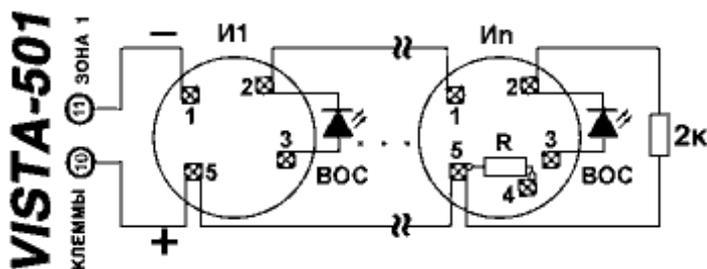

Рис. 1. Схема включения извещателей серии ECO1000 в пожарный шлейф панели *VISTA-501*
- При использовании пожарных шлейфов или модулей согласования извещатели устанавливаются в базы E1000B (без резистора). Можно использовать базы E1000R (с резистором R) при подключении положительного проводника ШС к 5 контакту базы, т.е. резистор R не используется (рис. 1).
На рис. 1 показана схема включения извещателей серии ECO1000 в пожарный шлейф (зона 1, клеммы 10, 11) панели *VISTA-501*. Включение производится по обычной 2-х проводной схеме. Извещатель И1 установлен в базу E1000B, извещатель Иn - в базу E1000R. Независимо от типа используемой базы положительный проводник ШС подключается к 5 контакту (резистор R базе E1000R не используется). Оконечный элемент шлейфа - резистор 2 кОм. В шлейф 1 зоны можно подключать до 14 извещателей серии ECO1000.